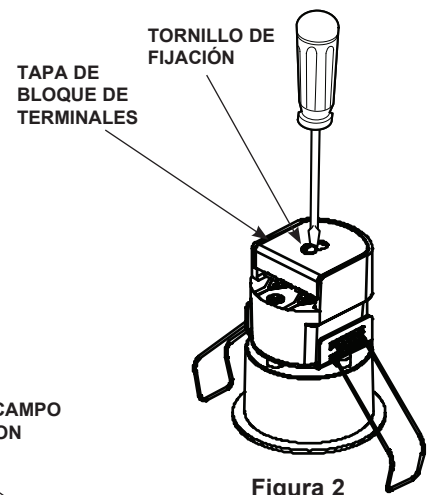
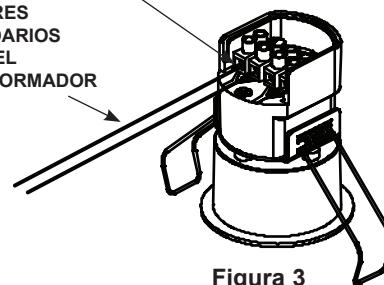

Figura 2
Figura 3
Paso 4. Quite la tapa del bloque de terminales ubicada en la parte superior del accesorio (Figura 2). Inserte los dos alambres secundarios en las terminales juntas al lado derecho o izquierdo del bloque de terminales (Figura 3). (Las terminales restantes son para conexiones en cadena, si se desea). El alambrado secundario no está polarizado. Apriete bien los tornillos del bloque de terminales para sujetar los alambres. (Mínimo de 4 In-lb)